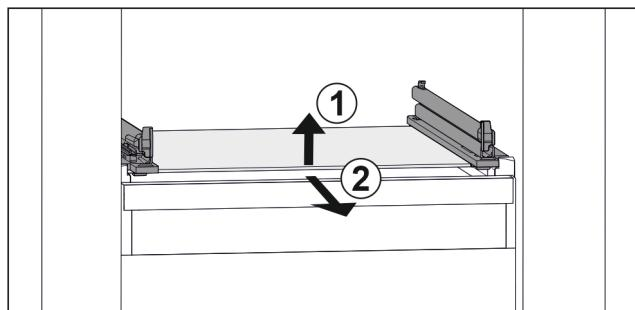

Fig. 111 Exemple de représentation de la tablette en verre
- ▶ Soulever la tablette en verre par l'avant. Fig. 111 (1)
- ▶ Retirer la tablette en verre par l'avant. Fig. 111 (2)